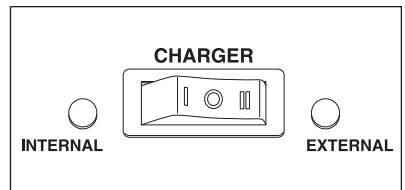

Fig. 5
- Si la tensión es superior a 5 V, conecte el cable de alimentación de la RESCUE 4000/4050 a una toma de 120V AC y establecer el interruptor en la parte frontal de la unidad para EXTERNO. (Fig. 5)